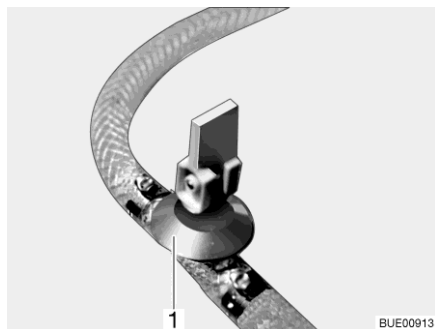

Bild 168 Avtappningskran (med vipparm)
- Stäng alla avtappningskranar. Ställ vipparmens avtappningsventil (Bild 168,1) vågrätt.